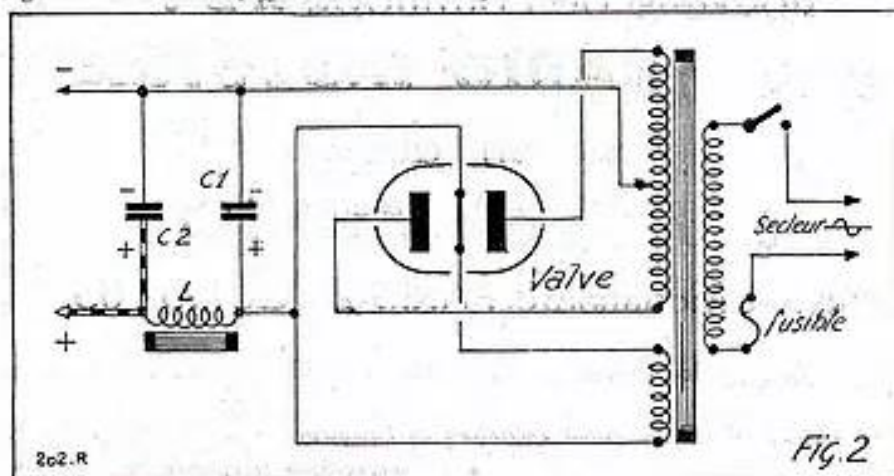

Figure 2. — Montage d'alimentation habituel en haute tension sur alternatif, à valve de redressement diode. Filtrage par la connexion +.
b) Sur enroulement de 6,3 V, à prise médiane, on n'utilisera que la moitié de l'enroulement (3,15 C). Une résistance de 75 à 95 ohms (0,5 W) sera reliée à la sortie N° 4, la sortie N° 5 étant connectée au point du circuit détecteur relié à la masse (figure 2).
Puisqu'il y a amortissement, supprimons-le. Or, on ne peut mieux y parvenir qu'avec l'effet réactif s'expliquant ainsi : dans le circuit plaque se retrouvent des oscillations identiques à celles du circuit grille, mais de plus forte amplitude. Si donc, on reporte sur ce circuit grille, les oscillations plaque, amplifiées et en phase, il va y avoir une sorte d'amplification en chaîne dont les résultats peuvent être exposés ainsi : non seulement il y a amplification inessante mais encore ce phénomène allant croissant, on dépasse le but visé en obtenant l'oscillation spontanée des circuits ; notre lampe devient un véritable petit émetteur. Tout cela, pour avoir couplé, en retour, la plaque avec la grille. En matière de radioélectricité, deux procédés s'offrent à nous pour effectuer un tel couplage : un moyen magnétique et un autre, statique. Le premier est illustré par la figure 2. On y voit une bobine de réaction *R*, en série dans la plaque, venant reporter sur la bobine *G*, de grille, les oscillations amplifiées. Cette bobine
il y a bien des ans, n'est plus utilisé pour des raisons pratiques. C'est aujourd'hui le dispositif statique qui le remplace. Même principe, mais appliqué pratiquement à l'aide d'un condensateur variable. Cependant, le branchement de ce CV entre plaque et grille, nous donnerait un couplage tel que les oscillations reportées seraient déphasées par rapport à celles d'origine. Nous aurions donc l'équivalent de la figure 2 dans laquelle une des deux bobines aurait été branchée à l'envers. Il faut donc faire appel à un enroulement supplémentaire qui, selon la figure 3, peut être celui d'antenne *A*. Voilà donc un bobinage jouant alors le double rôle de primaire et de réaction. Mais ici, l'inductance est fixe et la variation de l'effet réactif est obtenue par le CV de réaction lequel, dès lors, agit en phase ainsi qu'il est désirable.
recueillie à la sortie du circuit-filtre, quel que soit, d'ailleurs, le montage de redressement et de filtrage, plus ou moins classique (fig. 2).
Une courte affiche annonce en lettres lumineuses : « Mettez votre main sur cette plaque ». Le passant ne manque pas de répondre à l'appel. On connaît le procédé : la plaque métallique est fixée de l'autre côté de la glace, et la présence de la main modifie la capacité d'un système simple schématisé à la figure 2. Tout se termine par un relais commandant ce que l'on veut. Admettons que, dans notre exemple, un train miniature